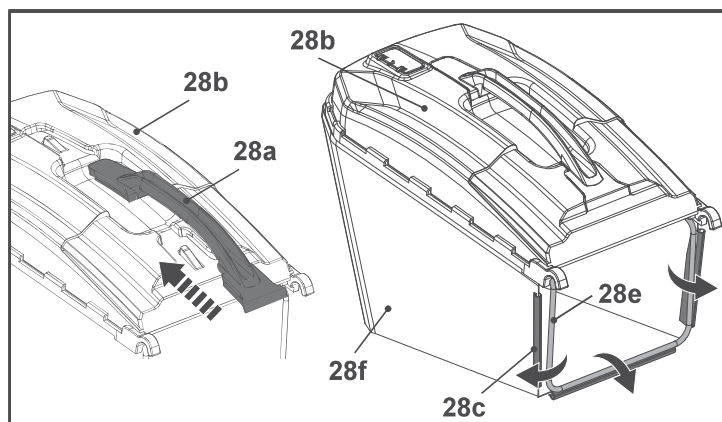

Fig. 4
1. Deslize a pega de transporte (28a) para a calha da estrutura superior (28b) do recipiente de recolha de relva (28) e certifique-se de que este encaixa (Fig. 4, passo 1).
3. Fixe os grampos de borracha (28c) à barra (28e) (Fig. 4, passo 2). O recipiente de recolha de relva (28) está agora pronto a ser utilizado.